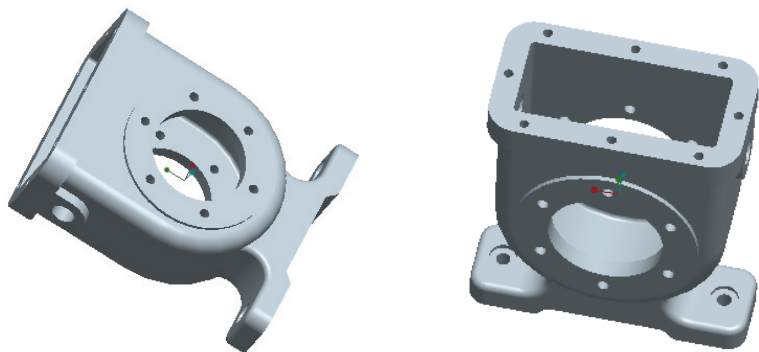

图 12-140 练习模型
- (4) 上机练习：创建图 12-140 所示的实体模型，具体的尺寸由读者根据效果图自行思考确定。